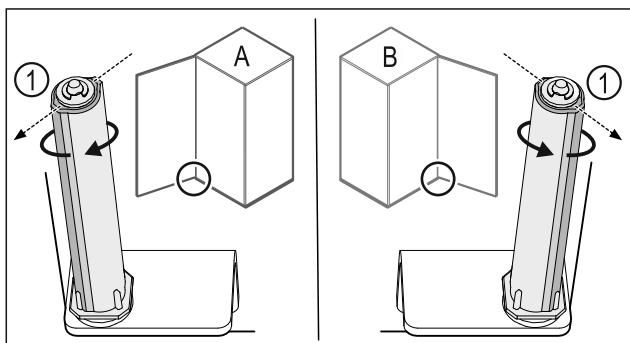

Fig. 33 Okretanje nalijevo (A) / okretanje nadesno (B)
- ▶ Okrećite sustav zatvaranja do kraja dok lamela sustava zatvaranja Fig. 33 (1) ne bude usmjerena prema van.